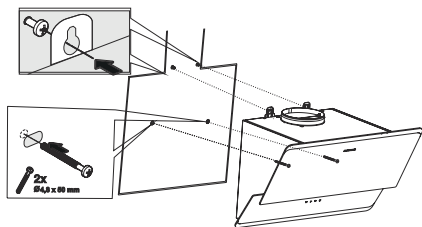

Fig. 11
1. ➤ Häng upp fläkten på väggen med hjälp av de hängande fästena och dra sedan åt dessa 2 skruvar (Fig. 11).